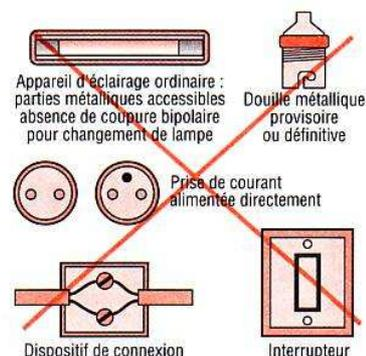

Fig. 17 : Appareils interdits dans le volume 2.
– Les interrupteurs, prises de courant, boîtes de connexion, douilles posées en salle d'eau ne doivent comporter aucune partie métallique accessible (fig. 17).